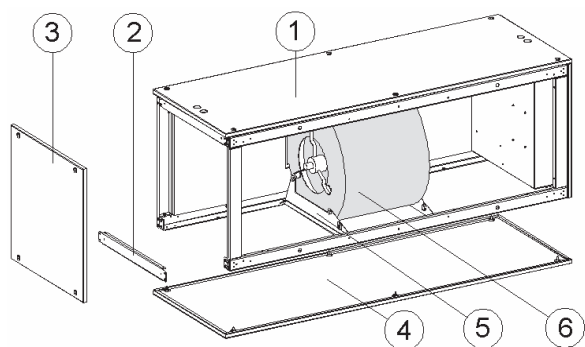

Рис. 33
- Снимите панели 1, 3 и 4 (см. рис. 33).
- Удалите держатель (рис. 33, поз. 2).
- Выкрутите четыре винта, которыми вентилятор (рис. 33, поз. 6) крепится к опорам.
- Извлеките опору (рис. 33, поз. 5).